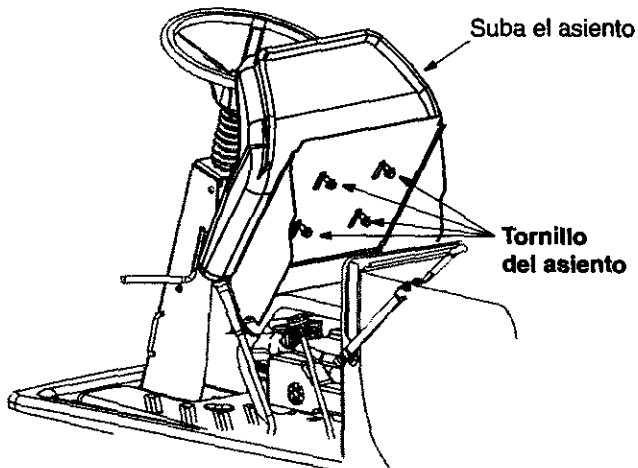

Figura 17
2. Tire el asiento hacia arriba, como se muestra en Figura 17, para acceder a la estructura del asiento.
3. Usando una llave o clavija de 9/16", afloje los cuatro tornillos en la base del asiento. Vea Figura 17.